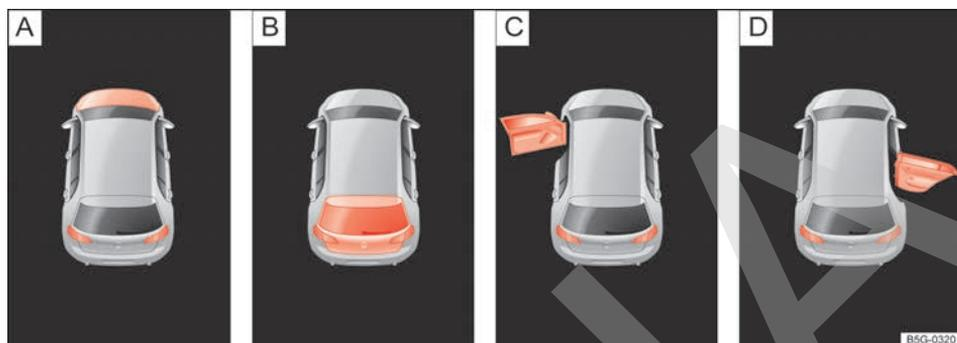

Fig. 41 En la pantalla del cuadro de instrumentos: indicaciones sobre el estado del capó del motor, del portón del maletero y de las puertas.
Legenda de la **fig. 41**:
- Puertas, capó del motor y portón del maletero abiertos → **fig. 41**
Tras desbloquear el vehículo y durante la marcha, en la pantalla del cuadro de instrumentos se muestra si alguna de las puertas, el capó del motor o el portón del maletero están abiertos → **fig. 41** y, dado el caso, también se indica con una señal acústica. Según la versión del cuadro de instrumentos, la representación puede variar.